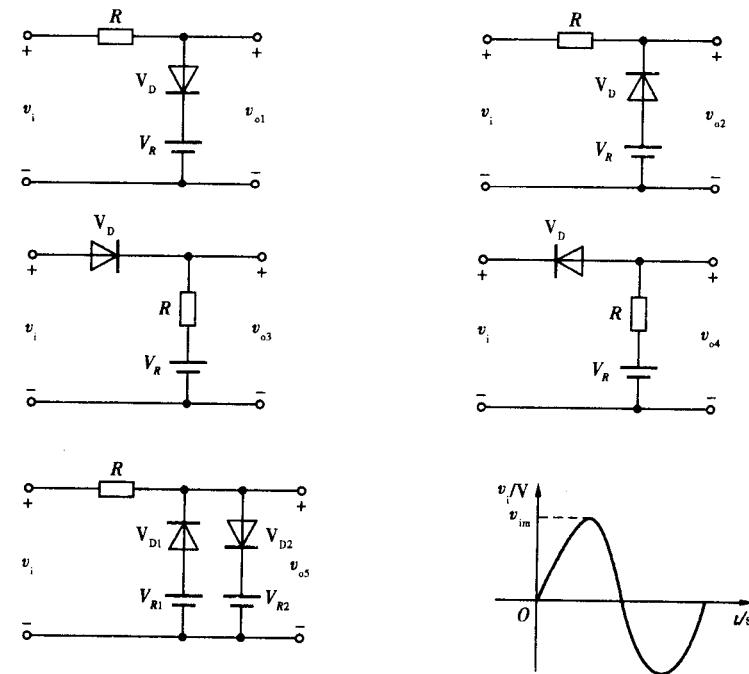

图 1.13
1.15 二极管电路及其输入波形如图 1.13 所示。已知输入信号的峰值 $v_{im} > V_R$, 二极管的导通压降 V_{VD} 可忽略, 试画出输出电压 $v_{o1} \sim v_{o5}$ 的波形。